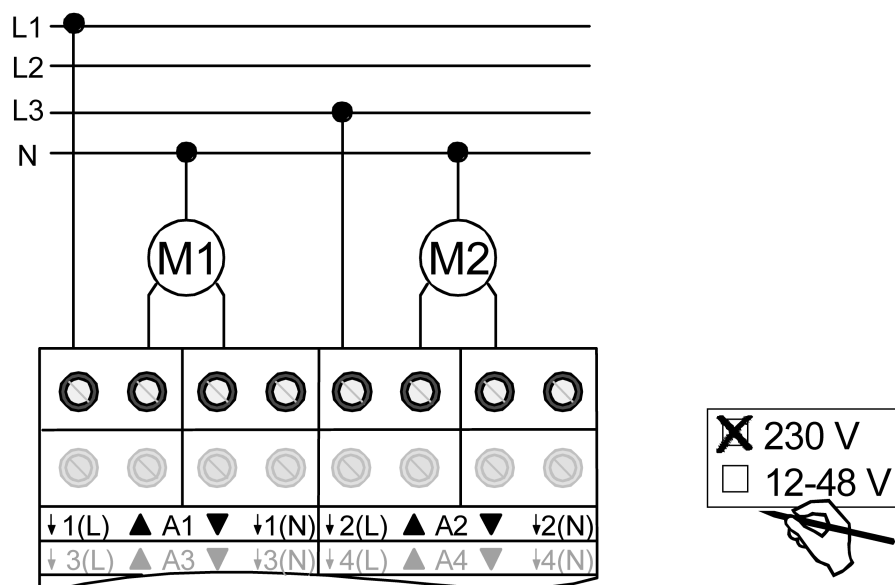

Figure 5: Raccordement électrique pour moteurs d'entraînement de 230 V
- Raccorder les moteurs d'entraînement conformément à l'exemple de raccordement (figure 5).
- i** Dans le type de raccordement décrit (figure 5), il n'est pas forcément nécessaire de raccorder le conducteur N à l'actionneur de store. Cependant, si les moteurs d'entraînement sont raccordés à des entrées de sens de mouvement à haute impédance (par ex. entraînements avec interrupteurs électroniques de fin de course), il est nécessaire de placer le conducteur N sur la borne correspondante de l'actionneur de store. Pour ce faire, respecter les indications du fabricant de l'entraînement.